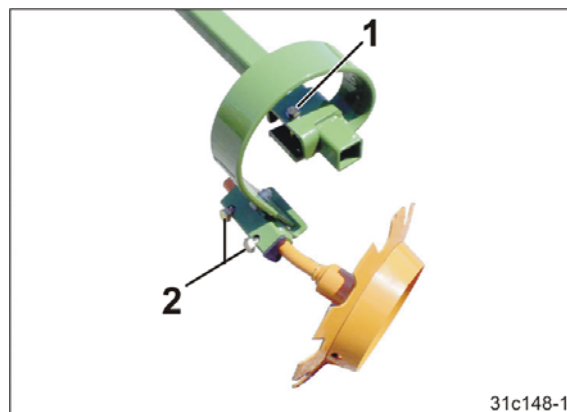

Fig. 204
4. Desserrez la vis (Fig. 204/1).
6. Desserrez les deux vis (Fig. 204/2).